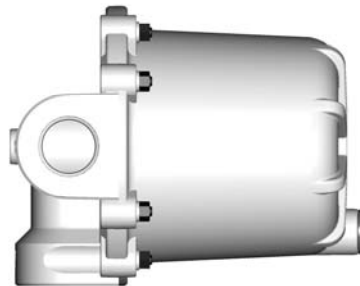
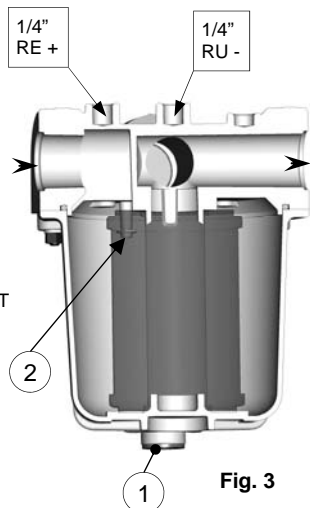

Fig. 1B
Fig. 3
Per l'installazione dell'indicatore di intasamento forare le prese di pressione RE e RU (fig. 3) con punta da 1,5 mm e collegare l'entrata del rilevatore + alla presa RE, l'uscita — alla presa RU. Per il bloccaggio dei raccordi sul coperchio è consigliabile l'utilizzo di collanti di tenuta ad alta resistenza.
SOSTITUZIONE DELLA CARTUCCIA FILTRANTE Prima di effettuare qualsiasi intervento di manutenzione è importante accertarsi che il filtro sia stato intercettato a monte e a valle e che sia stata scaricata la pressione interna attraverso il tappo (1) di drenaggio indicato in fig. 3. Mantenendo svitato il tappo di drenaggio, svitare le 8 viti del coperchio. Rimuovere il coperchio, allentare le due viti (2) che tengono la cartuccia ed estrarla, sostituirla con una nuova posizionandola nella propria sede del corpo fissandola con le viti (2) (l'utilizzo delle due viti si rende necessario per l'impiego orizzontale del filtro Fig.1B). Sostituire la guarnizione O'Ring presente nel Kit ricambio. Rimontare il corpo controllando che la cartuccia entri perfettamente nella sede coperchio, riavvitare le viti avendo l'avvertenza di stringerle con sequenza "incrociata". Riavvitare a fondo il tappo (1) di drenaggio. Aprire LENTAMENTE la valvola di monte, controllare la tenuta su tutto il perimetro del coperchio e del tappo di drenaggio mediante soluzione saponosa idonea. A controllo ultimato, aprire LENTAMENTE la valvola di valle.
For install the DP, you need to drill the point RE and RU(fig.3) of 1.5mm hole and connect the DP at the inlet point RE and outlet point RU. For fix the connection we suggest to use high resistance glue.
Before any operation of maintenance, you need to check that the valve installed(as indicated in the previous paragraph) before and after the filter are closed and the pressure are discharged with the drain plug (1)(fig.3). Keep out the drain plug, unscrew the 8 screws of the cover, remove the cover, to loosen the two grapevines (2) that hold the cartridge and to extract the cartridge e replace it with a new one, positioning as indicated inside the body. starting at her with the grapevines (2) (the use of the two grapevines makes him necessary for the horizontal employment the filter Fig.1B).
Manomètre :-les manomètres peuvent être montés soit dans la prise d'entrée ou de sortie. Dans le cas d'assemblage d'un manomètre seul on utilisera la prise seule de sortie Pour le blocage du manomètre sur le couvercle il est conseillé d'utiliser de la colle haute résistance. Indicateur d'obstruction : L'indicateur d'obstruction est un instrument apte à relever les chutes de pression. Il peut être employé pour relever le degré d'obstruction des filtres à cartouche en particulier. Pour l'installation de l'indicateur d'obstruction percer (trou de 1,5 mm) les prises de pression RE et RU, fig. 3 et réunir l'entrée du détecteur à la prise RE, la sortie à la prise RU. Pour le blocage des raccords sur le couvercle il est conseillé d'utiliser de la colle haute résistance.
Avant d'effectuer intervention quelconque d'entretien, il est important de couper l'alimentation de gaz en amont et en aval du filtre et de purger la pression intérieure à travers le bouchon (1) d'égoût convenable dans la fig. 3., dévisser les 8 vis du couvercle, Enlever le couvercle, défaire les deux vis (2) qui tiennent la cartouche et extraire la cartouche filtrante et la remplacer en la positionnant dans le siège du corps la regarder avec les vis (2) (l'usage des deux vis le rend nécessaire pour l'emploi horizontal du filtre Fig.1B). . Remplacer la garniture O'Ring pressent dans le Kit. Remonter le corps en contrôlant que la cartouche entre parfaitement dans le siège, remonté les vis en effectuant un serrage croisé. Visser le bouchon de drainage. Ouvrir lentement la vanne amont et contrôler l'étanchéité sur toute la périphérie du bouchon avec un produit moussant. Le contrôle achevé, ouvrir lentement la vanne de aval.
Para instalar o MD é necessário furar o ponto RE e RU (fig.3) com 1,5 mm diâmetro e montar a entrada do MD no ponto RE e a saída do MD ao ponto RU. Para fixar estas ligações sugerimos a aplicação de cola de alta resistência.
Antes de qualquer operação de manutenção, verificar que as válvulas instaladas (como referido no parágrafo anterior) antes e depois do filtro estão fechadas e que foi efectuada uma purga da pressão utilizando o dreno pela cortiça (1) em figo. 3. Mantendo desparafusou a cortiça de dreno, desparafusar as 8 videiras da cobertura. Remover a cobertura, soltar as duas videiras (2) que seguram o cartucho e a extrair a substituir com um posicionar novo ela em seu próprio centro do corpo que a encara com as videiras (2) (o uso das duas videiras o faz necessário para o emprego horizontal do filtro Fig.1B).inserindo-o na posição correcta no interior do corpo. Substituir igualmente o "O-ring" que é fornecido no kit de peças de reserva. Efectuar a montagem da tampa garantindo que o elemento filtrante se ajusta perfeitamente na sede da tampa, apertar os parafusos em sequência cruzada.
Para la instalación del indicador de suciedad taladrar a 1,5 mm las tomas de presión RE y RU (fig. 3), conectar la entrada del indicador a la toma RE y la salida a la toma RU. Para la fijación de los racores sobre la tapa es aconsejable el empleo de adhesivo de alta resistencia.
SUSTITUCIÓN DEL CARTUCHO FILTRANTE Antes de efectuar cualquier intervención de mantenimiento, es importante asegurarse de que han sido cerradas las llaves de entrada y salida y que se ha descargado la presión interior por el corcho (1) de desagüe apropiado en figo. 3., desmontar los 8 tornillos de la tapa, sacar la tapa, aflojar las dos vías clandestinas (2) que sostienen el cartucho y extraer el cartucho filtrante y remplazarlo por uno nuevo, situándolo en el cuerpo en la misma posición.fijamente él con las vías clandestinas (2) (el uso de las dos vías clandestinas lo hace necesario para el empleo de línea horizontal de filtro Fig.1B). Remplazar la junta tórica del kit de recambios y colocar el cartucho controlando que entra perfectamente en el alojamiento de la tapa, montar los tornillos teniendo la precaución de apretarlos en secuencia "cruzada". Atornillar el tapón de drenaje.